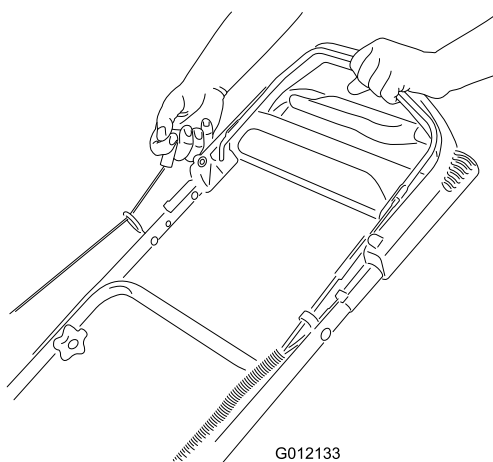

Figure 15
2. Tirez sur la poignée du lanceur (Figure 15).